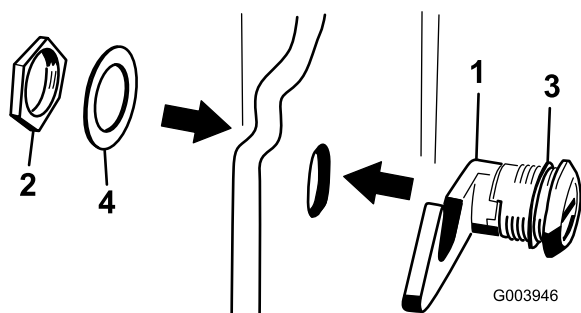

**Bild 16**
3. Nehmen Sie die Mutter vom Motorhaubenriegel ab (Bild 16).